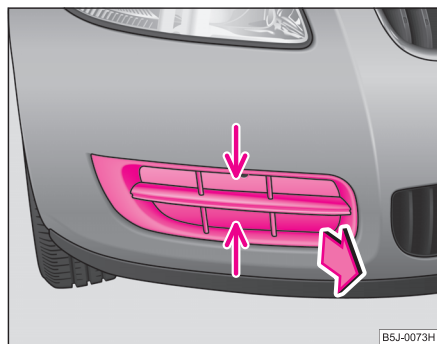

Fig. 163 Bara de protecție față: Grilajul protector
- Apucați grilajul de protecție de locul marcat cu săgeată și scoateți-l ⇒ fig. 163.